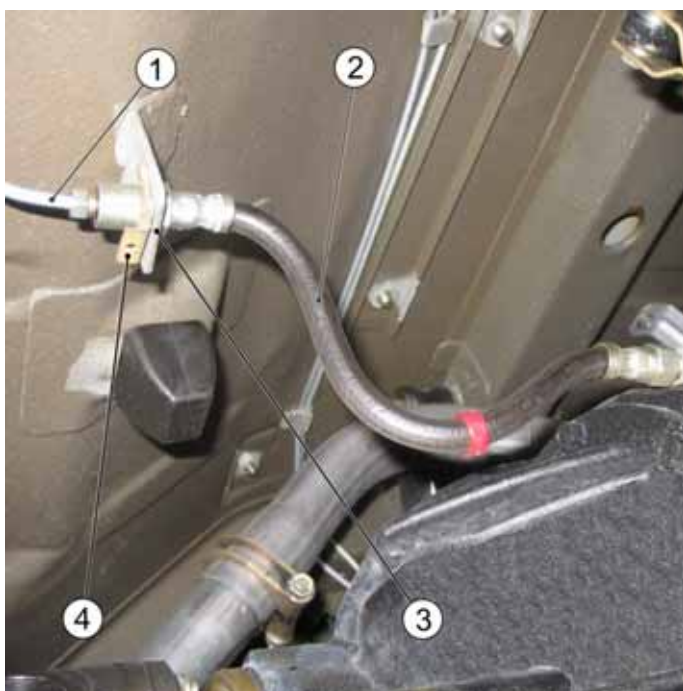

Рисунок 2 – Отсоединение гибкого тормозного шланга от тормозной трубки:
2.6 Отсоединить тормозную трубку 1, рисунок 2, от гибкого тормозного шланга 2, заглушить тормозную трубку 1 и шланг 2, извлечь скобу 4 крепления и отсоединить гибкий тормозной шланг от кронштейна 3 кузова (ключи гаечные 10 и 17, ключ типа 24 код 41 08 08 10 ф. "Stahlwille", 256 8/10 ф. "USAG", 1105M 8/10 ф. Hans Tools", заглушки технологические, плоскогубцы).